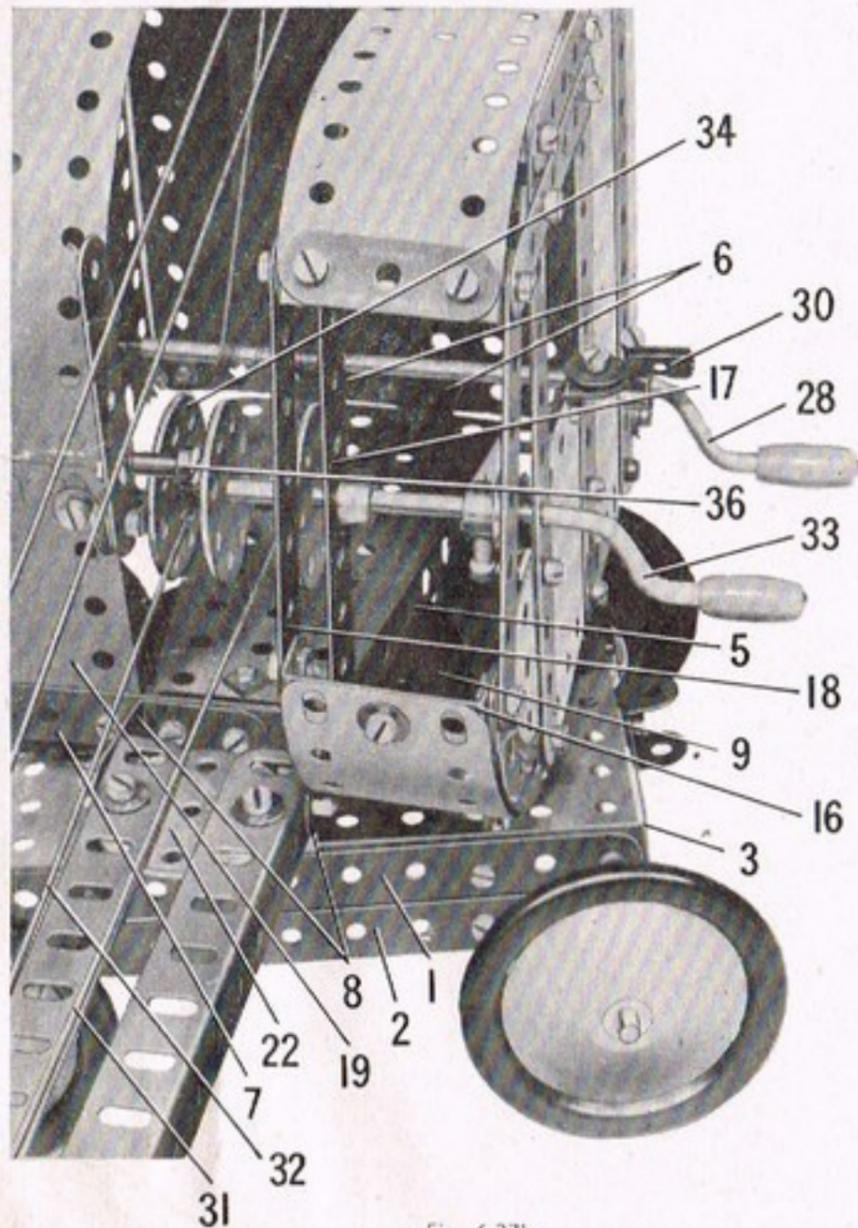

Fig. 6.27b
La flèche est commandée par une corde fixée par un ressort sur une manivelle de 125 mm. (28). La manivelle est prolongée par une cheville fileté au moyen d'un raccord de tringles, et elle passe dans les côtés de la cabine. La corde passe sur une tringle de 9 cm. (29), sur la poulie de 25 mm. à moyeu du sommet de la flèche, et elle est attachée à la tringle (29). Une bague d'arrêt munie d'un boulon de 9,5 mm. est fixée sur la manivelle (28). Un raccord de tringle et bande (30) est fixé par contre-écrou sur une équerre renversée boulonnée au côté de la cabine. Le raccord de tringle et bande peut être orienté pour bloquer le boulon de 9,5 mm. de la bague d'arrêt et former frein. La benne est suspendue à deux cordes (31) et (32), attachées à une manivelle de 90 mm. (33). La corde (32) est fixée entre une roue barillet (34) et un disque de 35 mm. ; la corde (31) est attachée entre le disque de 35 mm. et un second disque de même dimension. Chaque corde passe sur l'une des poulies folles de 25 mm. montée au sommet de la flèche. La corde (31) est attachée à la bande coudée (26) de la benne. La corde (32) est attachée au centre d'une corde (35) qui est elle-même reliée aux mâchoires de la benne. La corde (32) passe sous un boulon-pivot (36) (Fig. 6.27b) qui est fixé dans une bande de 5 trous articulée par contre-écrou sur une équerre. L'équerre est boulonnée sur la plaque flexible (19). Quand on abaisse la bande de 5 trous, le boulon-pivot appuie sur la corde (32) : de ce fait, la corde (32) devient plus courte que la corde (31) et les mâchoires de la benne s'ouvrent.